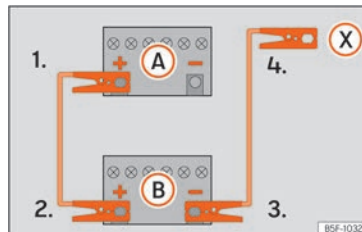

Fig.78 Esquema de conexión para vehículos sin sistema Start-Stop.
»» fig. 78.
3. Emborne el otro extremo del cable rojo de emergencia al polo positivo (+) del vehículo que suministra la corriente (B).
- 4a. *En los vehículos sin sistema Start-Stop:* emborne un extremo del cable negro de emergencia al polo negativo (-) del vehículo que suministra la corriente (B) »» fig. 78.